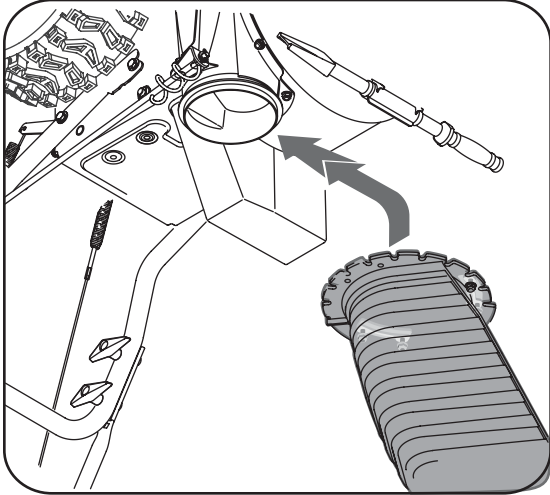

Figure 3-5
- Glissez la goulotte sur l'ouverture prévue en orientant l'encoche de la goulotte vers l'avant de la souffieuse. Voir la Figure 3-5.